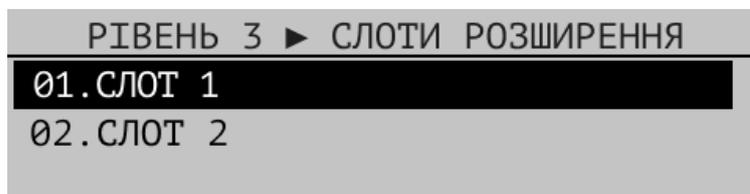

Рисунок 10.8.1 – Конфігурація слоту ППКП
10.8.1 Для налаштування модулів, вставлених в роз'єми (слоти) ППКП «Module 1» та «Module 2», потрібно в головному меню вибрати розділ «Конфігурація слотів» та вибрати потрібний слот – відкривається вікно, зображене на Рис. 10.8.1.